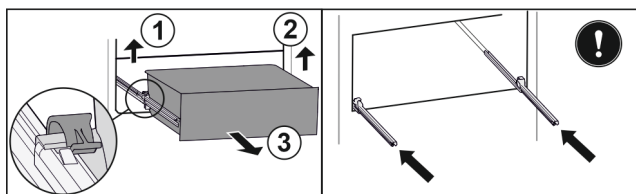

Fig. 100
- Sollevare il morsetto sinistro e allo stesso tempo tirare in avanti il cassetto sinistro. Fig. 100 (1)
- Sollevare il morsetto destro e allo stesso tempo tirare in avanti il cassetto destro. Fig. 100 (2)
- Rimuovere il cassetto tirandolo in avanti. Fig. 100 (3)